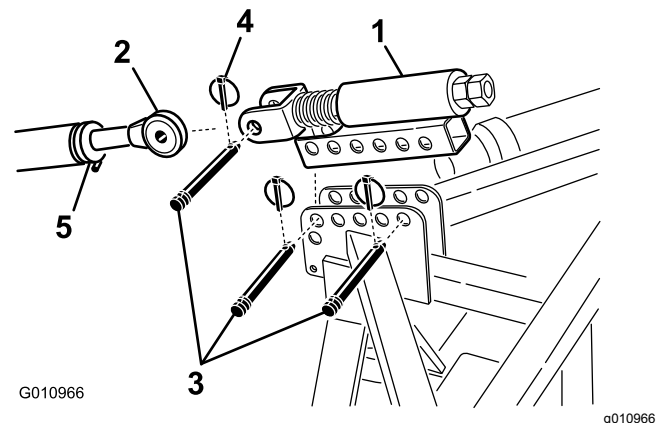

Figura 9
- Monte a articulação superior com mola no suporte do arejador com dois pinos de articulação e pinos de sujeição (Figura 9).
- Desaperte a porca de bloqueio na articulação superior do trator. Ajuste o comprimento da articulação superior até ficar alinhada com o contrapino na articulação superior com mola do arejador (Figura 9).
3. Ligue a articulação superior do trator ao contrapino na articulação superior com mola e fixe-a com um pino de articulação e um pino de sujeição (Figura 9).
6. Rode a articulação superior até a mola ficar comprimida cerca de 13 mm (Figura 9).